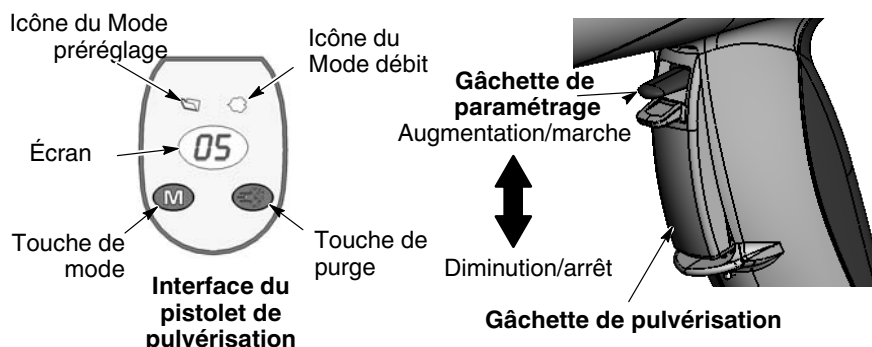

Figure 4-3 Commandes du pistolet
1. Voir la figure 4-3. Relâcher la gâchette de pulvérisation. Les pré réglages ne peuvent pas être modifiés pendant l'actionnement du pistolet.
1. Voir la figure 4-3. Appuyer sur la touche **Mode** jusqu'à ce que l'icône **Mode débit** s'allume.
1. Voir la figure 4-3. Diriger le pistolet de pulvérisation dans la cabine et relâcher la gâchette de pulvérisation.